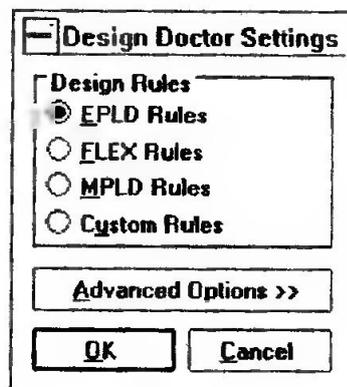

Рис. 2.33
- Выберите **Design Doctor Setting** (настройка анализатора соответствия проекта правилам синтеза) из меню **Processing** (обработка). На экране отобразится диалоговое окно **Design Doctor Setting** (рис. 2.33).